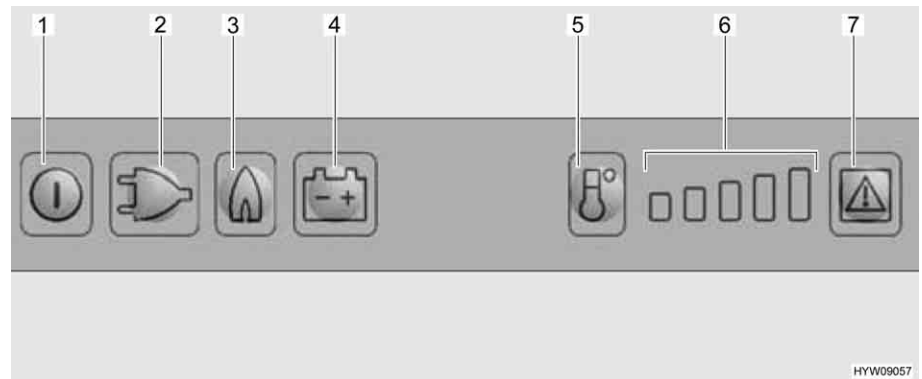

Bild 194 Bedienelemente für den Kühlschrank
- Taste Ein/Aus (Bild 194,1) etwa 2 Sekunden lang drücken. Der Kühlschrank schaltet sich ein. Die Taste der zuletzt gewählten Betriebsart leuchtet auf.
- Ggf. Taste für die Betriebsart "Gas" (Bild 194,3) drücken. Die Taste leuchtet auf. Die Gaszufuhr ist geöffnet. Der Zündvorgang erfolgt automatisch. Ein tickendes Geräusch ist hörbar, bis der Zündvorgang erfolgreich abgeschlossen ist.
- Kühltemperatur mit der Taste Temperaturstufenwahl (Bild 194,5) einstellen.
- Ggf. Taste Betriebsart "230 V" (Bild 194,2) drücken. Die Taste leuchtet auf.
- Ggf. Taste Betriebsart "12 V" (Bild 194,4) drücken. Die Taste leuchtet auf.